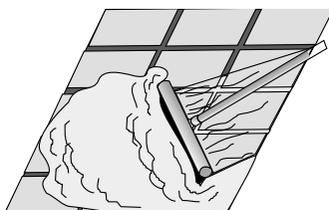

Рисунок 10 - Заполнение швов с помощью резинового скребка.
4.2.18 Для заполнения швов напольных плиток можно использовать резиновые скребки (см. рисунок 10), в случае, когда швы между облицовочными плитками широкие используется эластичная затирка Ceresit CE37. В других случаях заполнение швов облицовок пола осуществляется аналогично п.4.2.17.